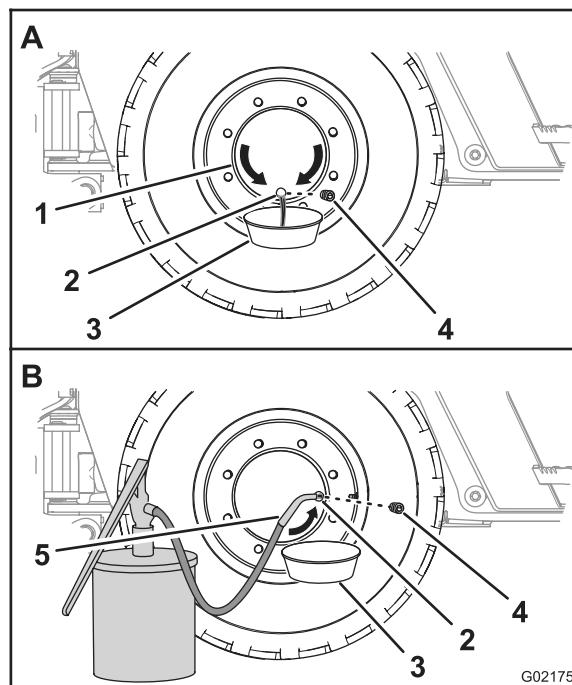

Рисунок 85
- Переместите машину вперед или назад так, чтобы пробка маслозаливного отверстия ступицы колеса находилась в положении на «6 часов» (Рисунок 85).
- Подставьте сливной поддон под сливное отверстие ступицы колеса (Рисунок 85).
- Отверните пробку и слейте масло из планетарного редуктора (Рисунок 85).
- Переместите машину вперед или назад так, чтобы пробка ступицы колеса находилась в положении на «3 часа» или «9 часов» (Рисунок 85).